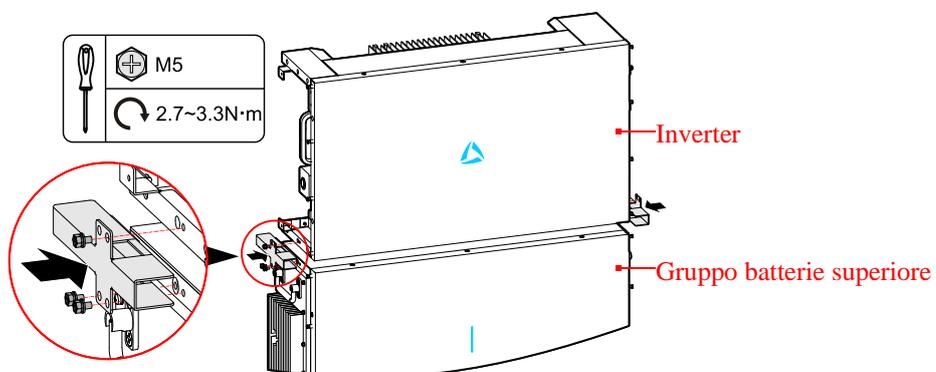

Figura 3-25 Fissare i supporti
- Fase 9 Fissare i supporti tra l'inverter e il pacco batterie superiore, come illustrato in Figura 3-25.